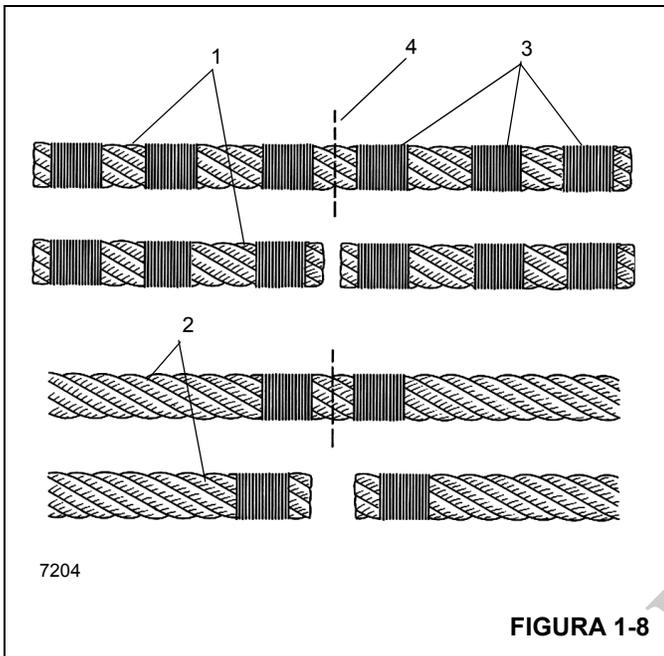

FIGURA 1-8
NOTA: Los cables no prefabricados (1) (Figura 1-8) deben tener tres sujeciones (3) ubicadas en cada lado del corte (4) comparado con el cable prefabricado (2).